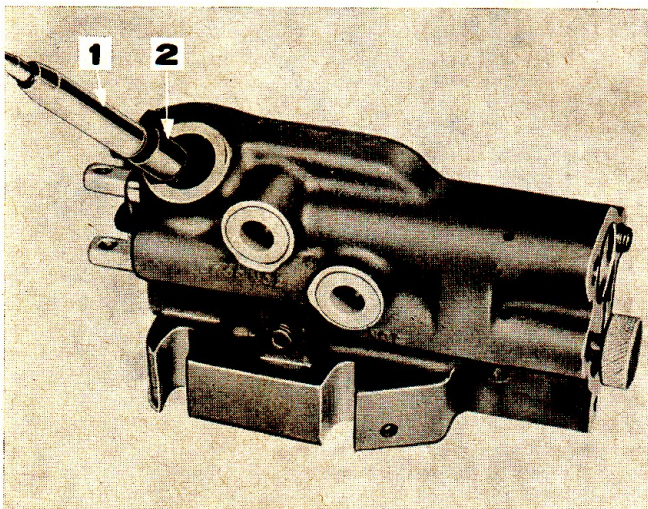

Fig. 14: Dépose du déclanchement supérieur
3. Sortir le déclancheur supérieur en retirant le bouchon de déclancheur, le joint torique et le ressort. A l'aide d'un aimant sortir le piston suivant la méthode illustrée fig. 14 (Boîte de distribution à tiroirs doubles seulement).